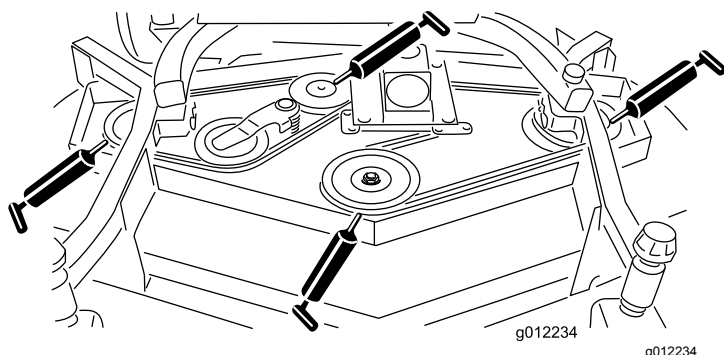

図 19
- スピンドルシャフトのベアリングプーリの下(図 19)
- アイドラームのシャフトのベアリング(図 19)